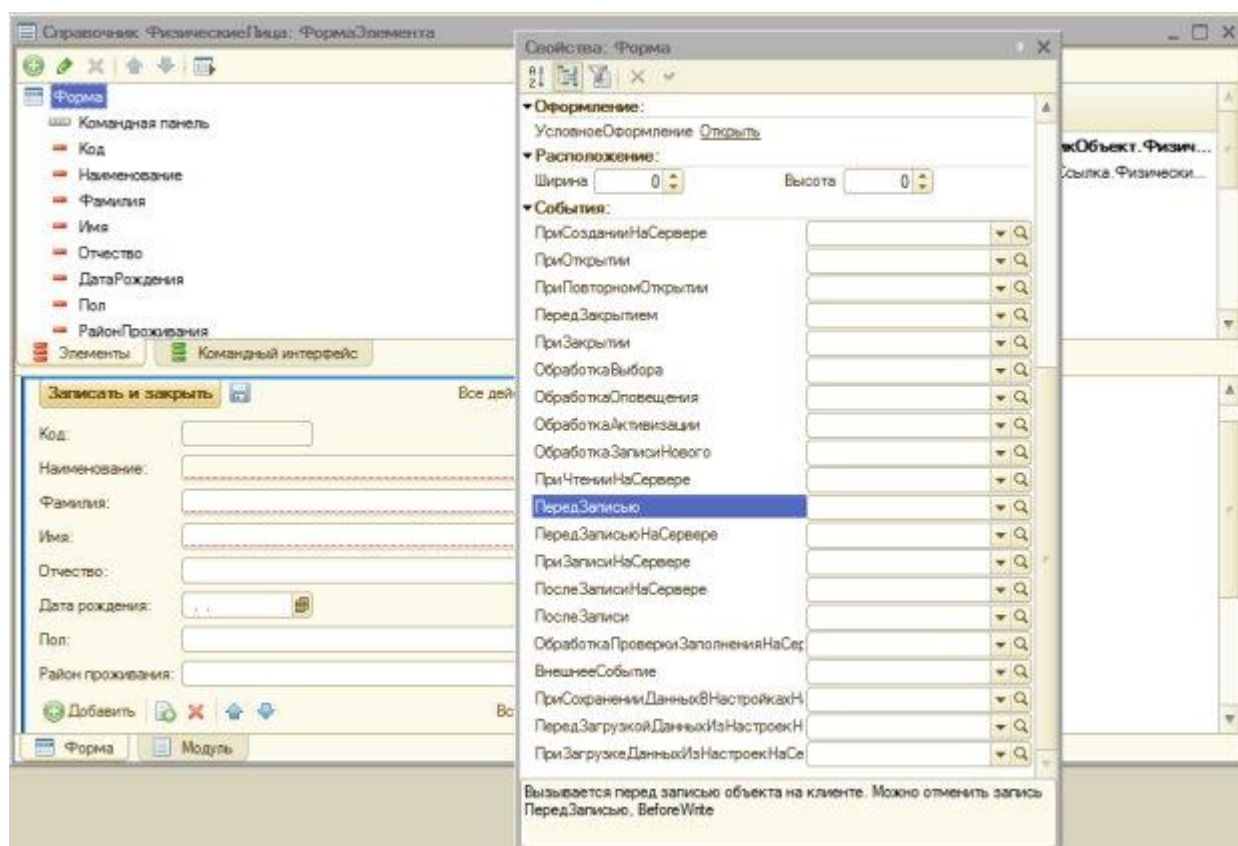

Рисунок 4.1- Выбор события для выполнения запланированных действий
1.1 Выделим форму в окне Элементы, откроем окно ее свойств и рассмотрим группу свойств **События**, Рисунок 4.1. Наименование должно быть сформировано до того, как данные объекта будут записаны. Для достижения нашей цели нам вполне подойдет событие **ПередЗаписью**. Здесь же можно выполнить какие-либо пользовательские проверки полей перед формированием наименования. Хотя, если говорить о производительности решения, лучше подобные проверки производить на сервере, например, с помощью обработчика события **ОбработкаПроверкиЗаполнения**, который создается в модуле объекта.